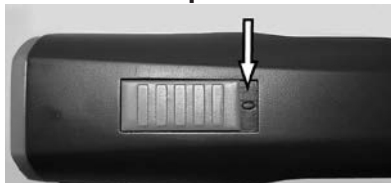

Fig. 4 Interrupteur position arrêt (« 0 »)
1. Examinez les contacts de la tondeuse (1) et de la batterie (2) sur des corps étrangers et des saletés.
2. Assurez-vous que l'interrupteur de la tondeuse est en position arrêt (« 0 ») (Fig.4).
1. Mettez l'interrupteur à la position arrêt « 0 » (Fig. 4).
2. Appuyez le verrouillage de la batterie (2) des deux côtés vers l'intérieur et enlevez la batterie (1) de la tondeuse.